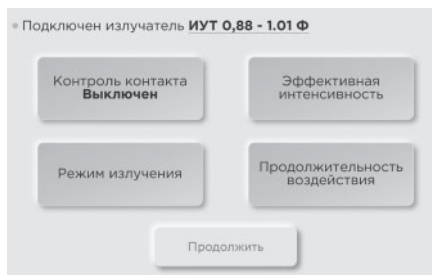

Рисунок 5. Экранная форма «Главный экран – установка параметров воздействия» при подключенном излучателе
6. После заставки на дисплее отобразится экранная форма со списком параметров воздействия (рисунок 5), прозвучит звуковой сигнал, световая индикация индикатора состояния аппарата примет белый цвет. В верхней части экранной формы отображается информация о факте присоединения/отключения излучателя и типе подключенного излучателя. Тип подключенного излучателя определяется автоматически.